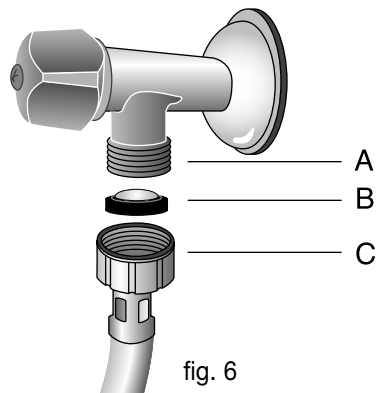

fig. 6
- Plaats filter B (fig. 6) in de slang (C), alvorens deze aan de kraan (A) te bevestigen;